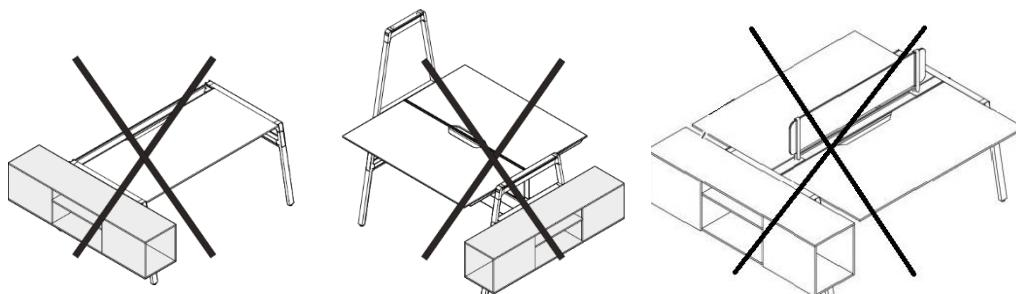

Figura 25 Vao di stivaggio laterale, montaggio non consentito
- Postazione di lavoro singola (vedi Figura 25, a sinistra).
- Su un arco rialzato (vedi Figura 25, a destra).